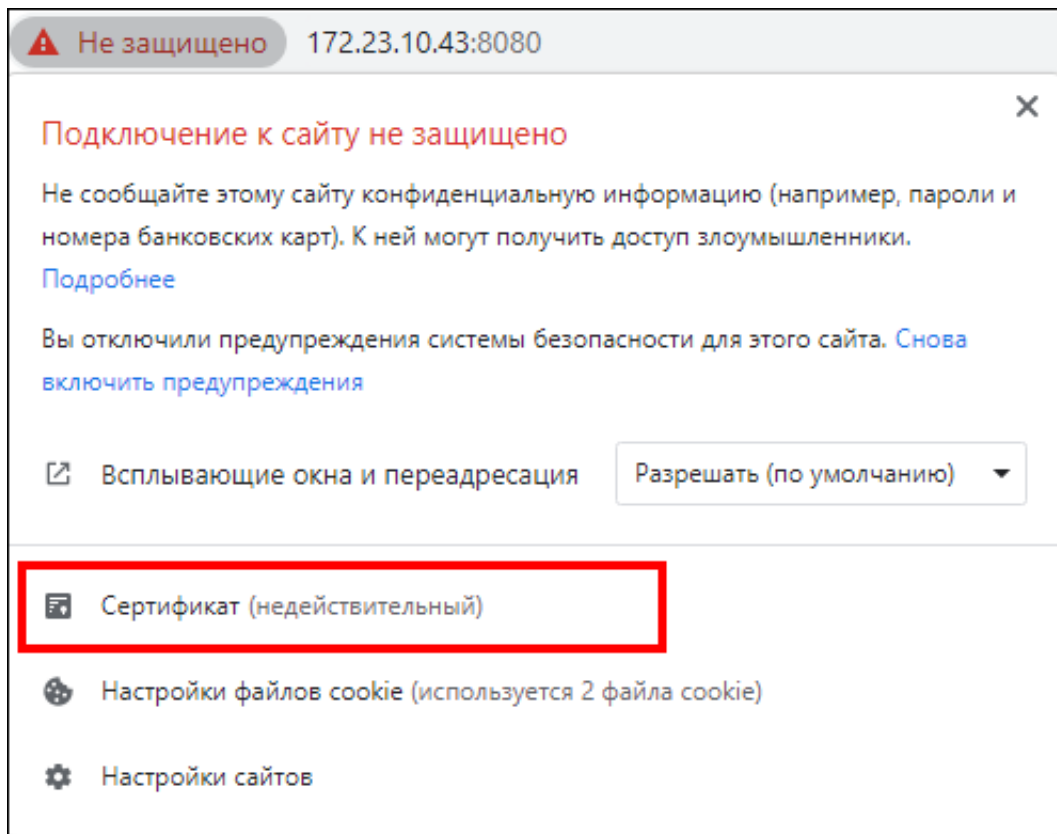

Рисунок 517 - Сертификат
1. Нажмите по надписи **Не защищено** → **Сертификат** (Рисунок 517).